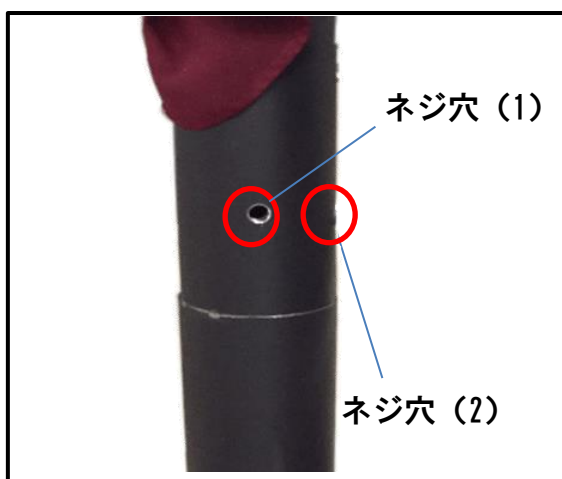

図.6
- ③ 台座軸 (C) とパラソル本体 (A) の主柱部が奥まで差込まれたことを確認したら、2ヶ所の穴の向きが合うように調整して下さい。(図.6)